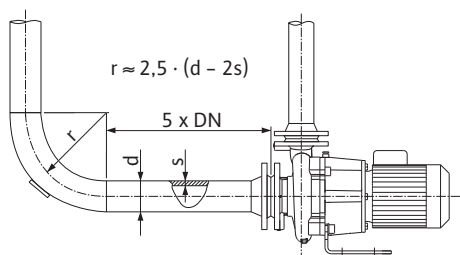
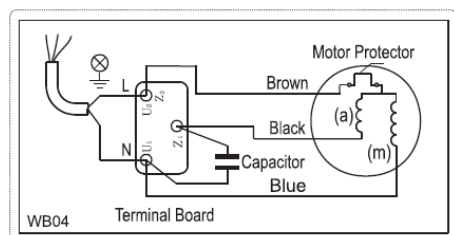

Fig. 4: Percorso di stabilizzazione a monte e a valle della pompa
Fig. 5: Allacciamento a corrente alternata
- L'alimentazione di rete dipende dalla potenza motore P_2 , dalla tensione di rete e dal tipo di connessione. Per il collegamento necessario ai ponti di connessione nella morsettieria, fare riferimento alla seguente tabella e alle Fig. 4 e Fig. 5.